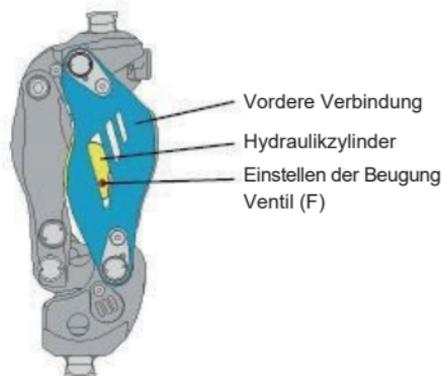
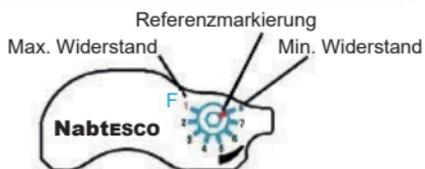

Fig. 11: Position des Ventils zum Einstellen der Beugung
Fig. 12: Skala des Ventils zum Einstellen der Beugung
Stellen Sie zunächst den Beugewiderstand ein. Wie gezeigt in Fig. 11 befindet sich das Beugeinstellventil (F) vom Benutzer aus gesehen auf der rechten Seite. Wie gezeigt in Fig. 12 ist die Skala von „1“ bis „8“ abgestuft. „1“ entspricht dem höchsten hydraulischen Widerstand und „8“ dem niedrigsten.